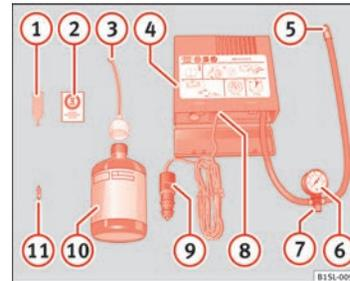

Abb. 141 Prinzipdarstellung: Bestandteile des Pannensets.
Das Pannenset befindet sich im Gepäckraum unter dem Bodenbelag. Es besteht aus folgenden Bestandteilen => Abb. 141:
10. Den Aufkleber ⇒ Abb. 141 ② aus dem Pannenset im Blickfeld des Fahrers auf die Instrumententafel kleben.
- Mit dem Ventileinsatzdreher ⇒ Abb. 141 ① den Ventileinsatz aus dem Reifenventil herausdrehen und auf einen sauberen Untergrund legen.
- Reifenfüllflasche ⇒ Abb. 141 ⑩ einige Male kräftig hin- und herschütteln.
- Einfüllschlauch ⇒ Abb. 141 ③ fest im Uhrzeigersinn auf die Reifenfüllflasche schrauben. Die Folie am Verschluss wird automatisch durchstoßen.
- Verschlussstopfen vom Einfüllschlauch ⇒ Abb. 141 ③ entfernen und das offene Ende ganz auf das Reifenventil stecken.
- Ventileinsatz mit dem Ventileinsatzdreher ⇒ Abb. 141 ① wieder in das Reifenventil schrauben. ▶
- Reifenfüllschlauch \Rightarrow Abb. 141 ⑤ des Luftkompressors fest auf das Reifenventil schrauben.
- Prüfen, ob die Luftablassschraube \Rightarrow Abb. 141 ⑦ zuge dreht ist.
- Kabelstecker \Rightarrow Abb. 141 ⑨ in eine 12-Volt-Steckdose im Fahrzeug stecken \Rightarrow Seite 120.
- Luftkompressor mit dem EIN- und AUS-Schalter \Rightarrow Abb. 141 ⑧ einschalten.
- Luftkompressor so lange laufen lassen, bis 2,0-2,5 bar (29-36 psi / 200-250 kPa) erreicht sind \Rightarrow **Maximale Laufzeit 8 Minuten** \Rightarrow ⑩.
Den Reifenfüllschlauch \Rightarrow Abb. 141 ⑤ wieder anschließen und den Reifenfülldruck an der Reifenfülldruckanzeige ⑥ ablesen.